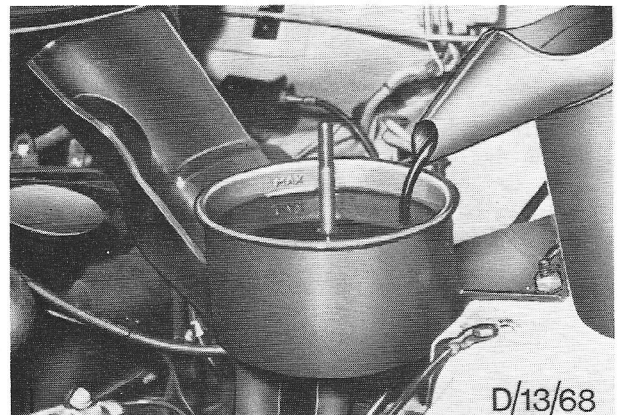

Fig.50. Vloeistofreservoir bijvullen.
2. Vul het vloeistofreservoir bij, zie Fig.50.